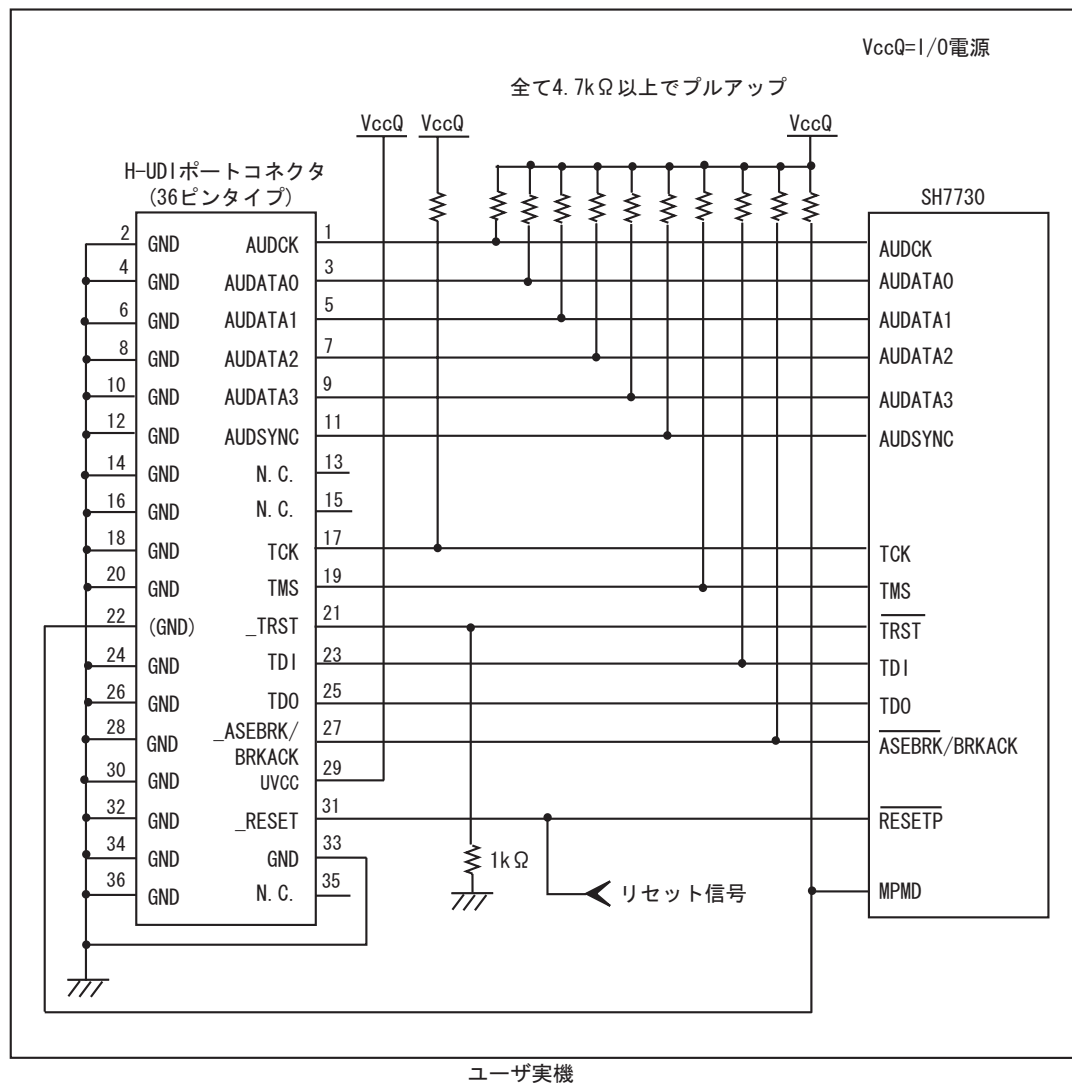

図 1.5 E10A-USB 使用時の H-UDI ポートコネクタ - チップ間の推奨接続例(36 ピンタイプ)
- 図 1.5 の回路を組んだ場合の E10A-USB エミュレータのスイッチ設定 : SW2=1, SW3=1